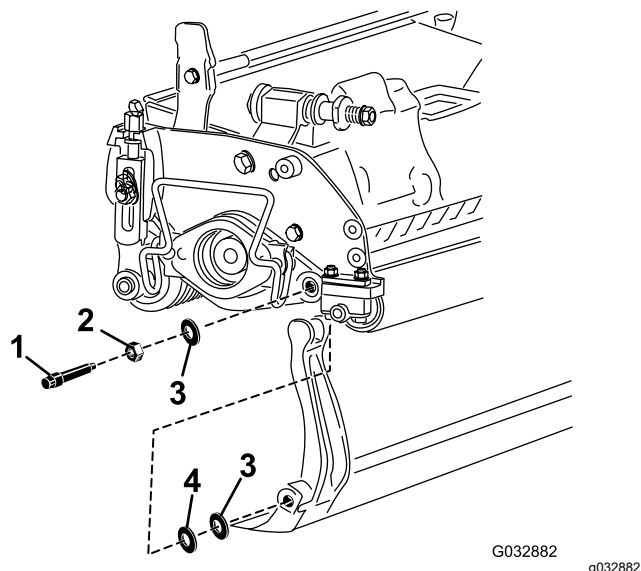

Рисунок 15
Не забудьте снять две нейлоновые и одну стальную шайбы с каждой стороны планки неподвижного ножа (Рисунок 15).
3. С каждой стороны установите нейлоновую шайбу на выступ боковой пластины. На нейлоновые шайбы установите стальные шайбы (Рисунок 15).